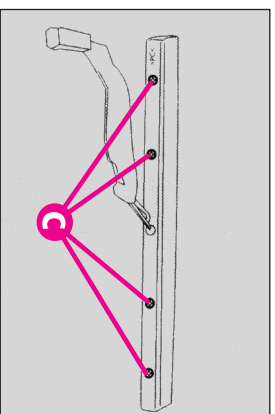

fig. 50
- Slăbiți suruburile (C-fig.50).